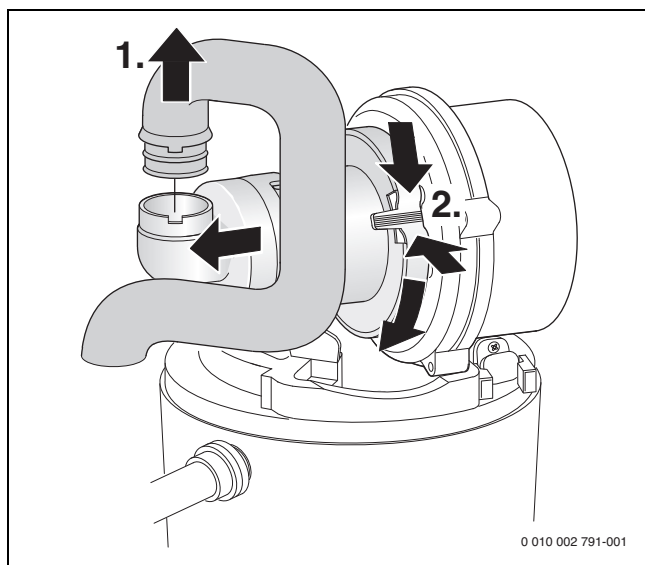

Bild 54 Saugrohr und Mischeinrichtung ausbauen
- ▶ Mischeinrichtung ausbauen (→ Bild 54).